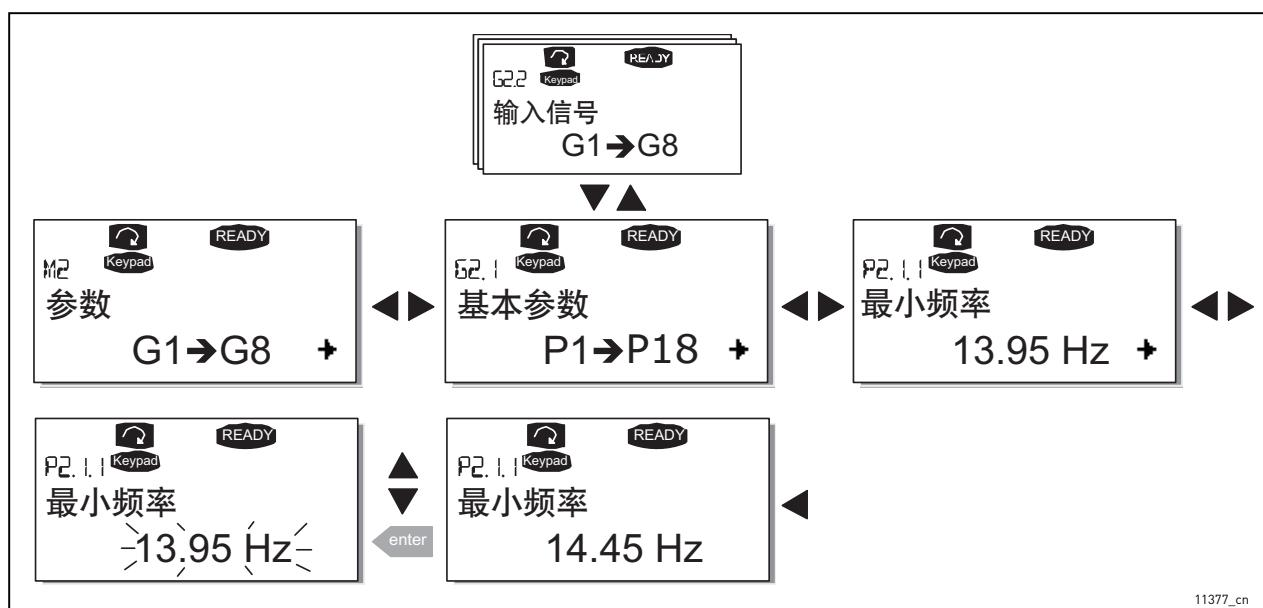

图 66. 参数值更改流程
通过参数可以将用户的命令传递给交流变频器。当显示第一行显示位置指示 M2 时，可以通过从主菜单 进入参数菜单 来编辑参数值。图 66 中显示了值的编辑流程。
**注意！**在 RUN 模式下，输出频率和操作面板参考之间的最大差异为 6 Hz。另请参见下面的章节 7.3.3.4。有关如何编辑参考值，请参见图 66（但不一定需要按 Enter 按钮）。